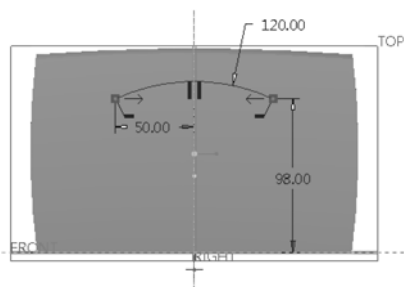

图 7-158 绘制圆弧
- 4 绘制如图 7-158 所示的一段圆弧，单击“确定”按钮 .